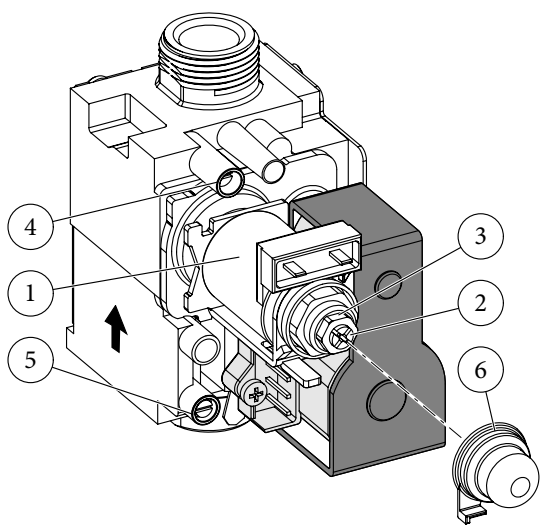

Fig. 3-3
N.B.: toate operațiunile privind reglările centralelor trebuie efectuate de o societate autorizată (de exemplu Serviciul de Asistență Tehnică Immergas). Calibrarea arzătorului trebuie să fie efectuată cu un manometru diferențial tip "U" sau digital, racordat la o priză de presiune așezat deasupra camerei etanș (det. 8 Fig. 1-23) și la priza de presiune de ieșire a vanei de gaz (det. 4 Fig. 3-3), respectând valoarea de presiune indicată în tabel (Parag. 3.17) pentru tipul de gaz pentru care centrala este prevăzută.
- Reglați piulița din alamă (3 Fig. 3-3) la puterea nominală a centralei, respectând valorile de presiune maximă din tabelele (Parag. 3.15) în funcție de tipul de gaz.
- Reglarea puterii termice minime a centralei în faza apă caldă de consum (Fig. 3-3).